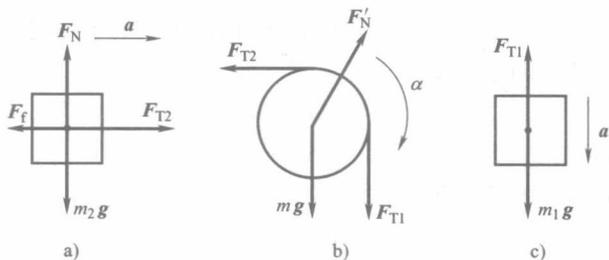

图 1-2
解: (1) 用隔离法, 分别画出三个物体的受力图, 如图 1-2-a、b、c 所示。